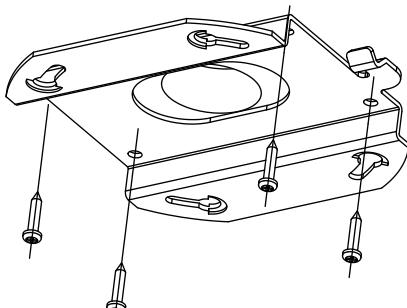

图2-47 固定底座
- 使用螺丝将安装底座固定到天花板上，如图 2-47 所示。